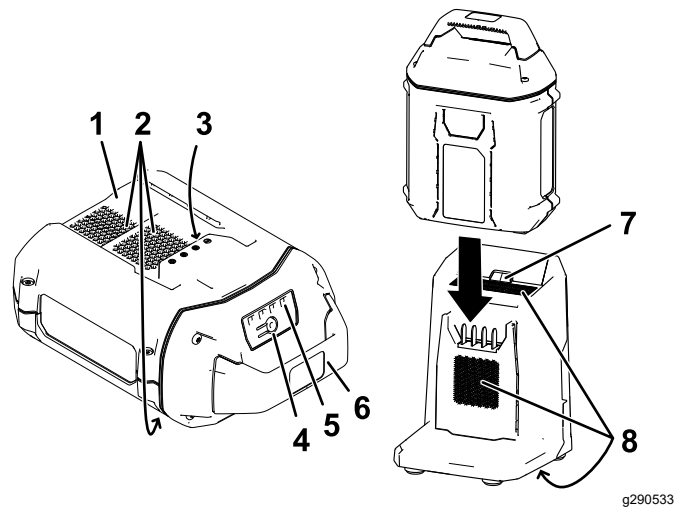

Figura 21
2. Alinee el hueco de la batería (Figura 21) con la lengüeta del cargador.
3. Introduzca la batería en el cargador hasta que esté completamente asentada (Figura 21).